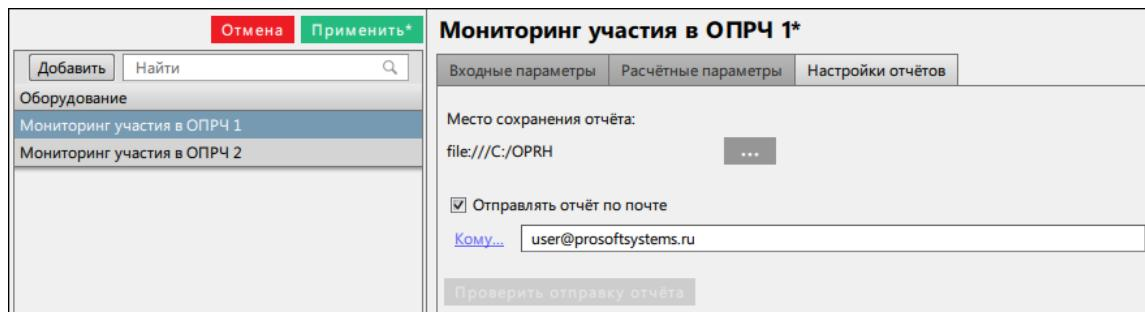

Рисунок 177 - Отправлять отчет по почте
- По требованию. На вкладке **Настройки отчетов** у каждого мониторинга участия в ОПРЧ (Рисунок 177):